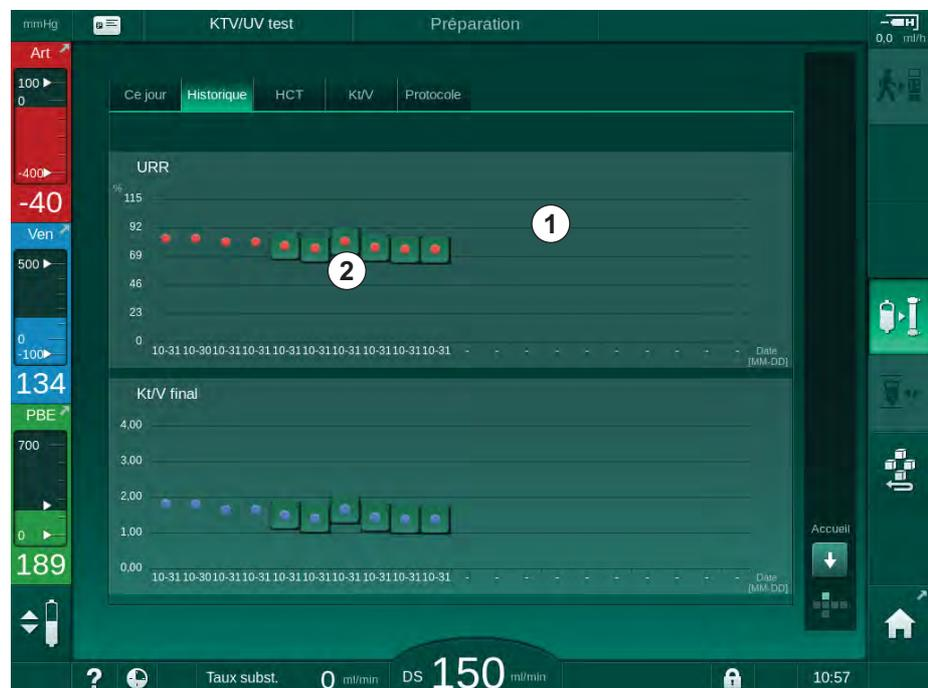
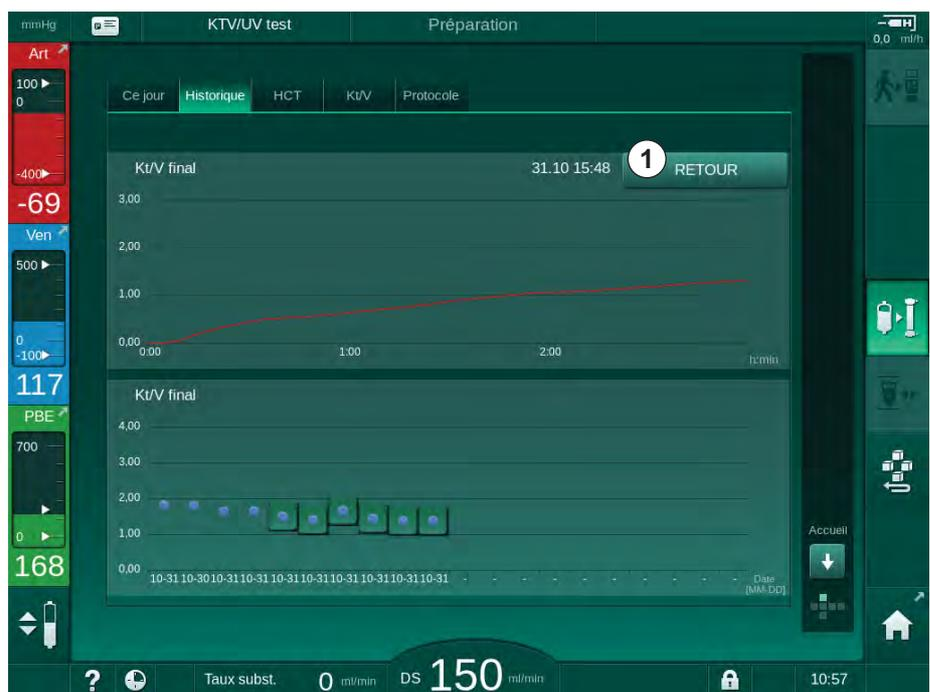

Fig. 11-12 Paramètre Historique sur l'écran *Infos*.
Fig. 11-13 Vue des tendances d'un paramètre sélectionné
Des informations plus détaillées sont disponibles pour les 6 derniers traitements terminés. Après avoir touché la marque correspondante du paramètre (Fig. 11-12, ② ) pour une certaine date, une tendance de ce paramètre est affichée pour cette thérapie particulière (Fig. 11-13). La résolution est de 5 minutes. La vue des tendances est fermée en touchant *Retour* ① .